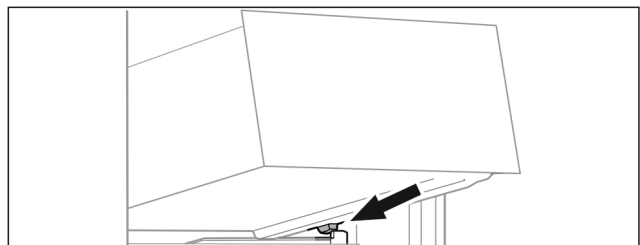

Fig. 98
- ▶ Schubfach schräg hinter den Stopperrn auf Behälterrippe aufsetzen. (siehe Fig. 98)